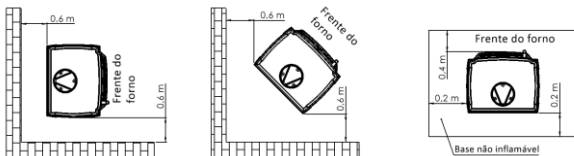

Fig. 3. Distâncias seguras do forno em relação às partes não inflamáveis
- o substrato saliente para além do forno por min. 0,4 m. medido a partir da frente do fogão e min. 0,2 m. medido a partir dos lados e do fundo do forno (ver fig. 3),
- a distância recomendada das partes NÃO INFLAMÁVEIS não é inferior a 15 cm (Fig. 3)